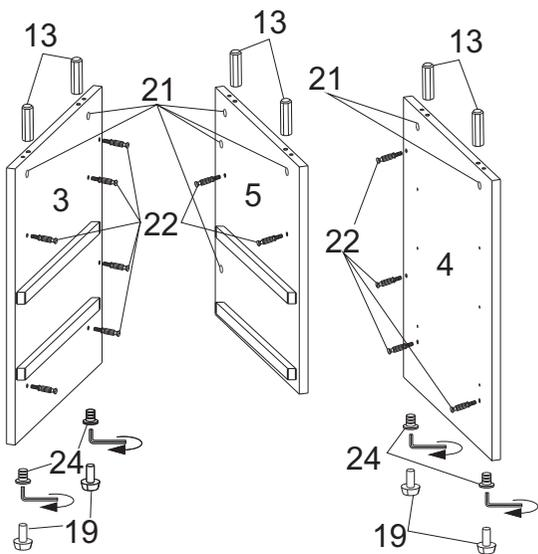

Рис.2
- Вкрутите в детали 3,4 металлические втулки 24 и вкрутите в них опоры 19. (рис.2)
- Вкрутите дюбели-саморезы 22 в отверстия на деталях 1,3,4,5,7. (рис.2,3,4)
- Вставьте эксцентрики 21 в отверстия на деталях 2,3,4,5,7 стрелками к торцевым отверстиям. (рис.2,3,4)
- Вбейте шканты 13 в торцевые отверстия на деталях 3,4,5. (рис.2)
- Приверните направляющие 23 к деталям 3,5 евроинтами 14. (рис.2)